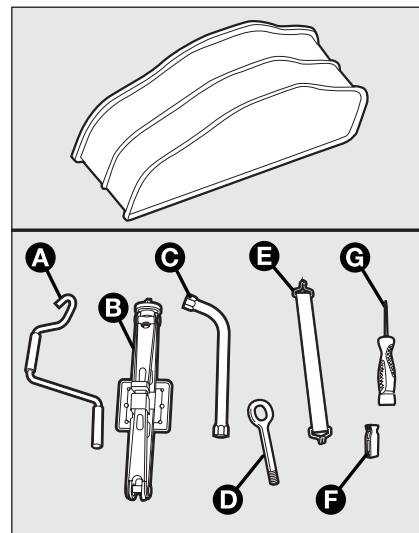
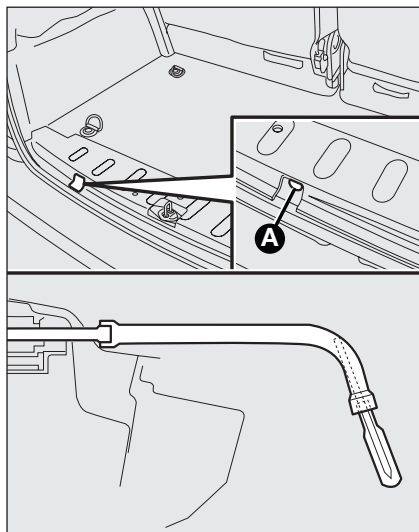
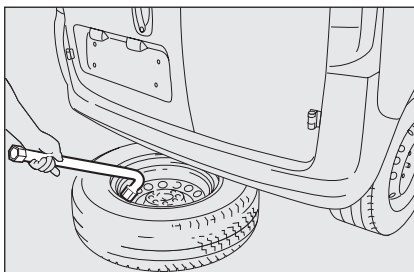

fig. 3
fig. 4
fig. 5
☐ dentro de la bolsa se encuentran las siguientes herramientas **fig. 3**:
- ☐ retirar la llave **C-fig. 3** e, interviniendo desde el interior del compartimento de carga, desenroscar el tornillo de bloqueo del soporte de la rueda de repuesto **A-fig. 4** para permitir que esta última descienda. Para reducir el esfuerzo introducir el destornillador **G-fig. 3** en el alojamiento ubicado en el interior de la llave **C**;
- ☐ utilizar la llave **C-fig. 3** para llevar la rueda fuera del vehículo **fig. 5**;
- ☐ aflojar aproximadamente una vuelta los tornillos de fijación de la rueda que se debe sustituir, utilizando la llave **C-fig. 3**;
- ☐ vuelva a levantar la rueda volviendo a atornillar el perno de bloqueo **A-fig. 4**;